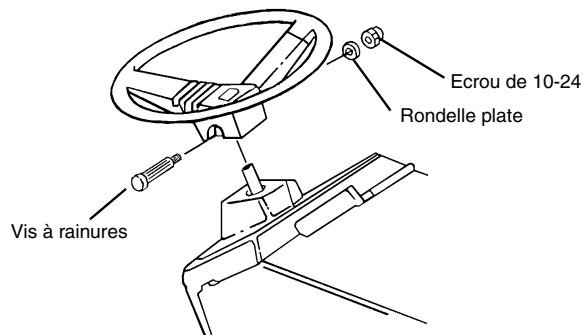

FIGURE 1
- Retirer le volant de conduite de son emballage et le placer sur la colonne de direction avec la branche centrale pointée vers l'arrière du tracteur (voir FIGURE 1).